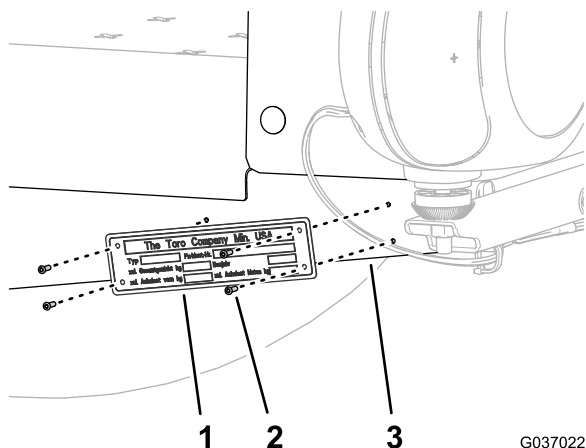

Figura 18
5. Fije con remaches la placa de datos en el travesaño de la plataforma (Figura 18).